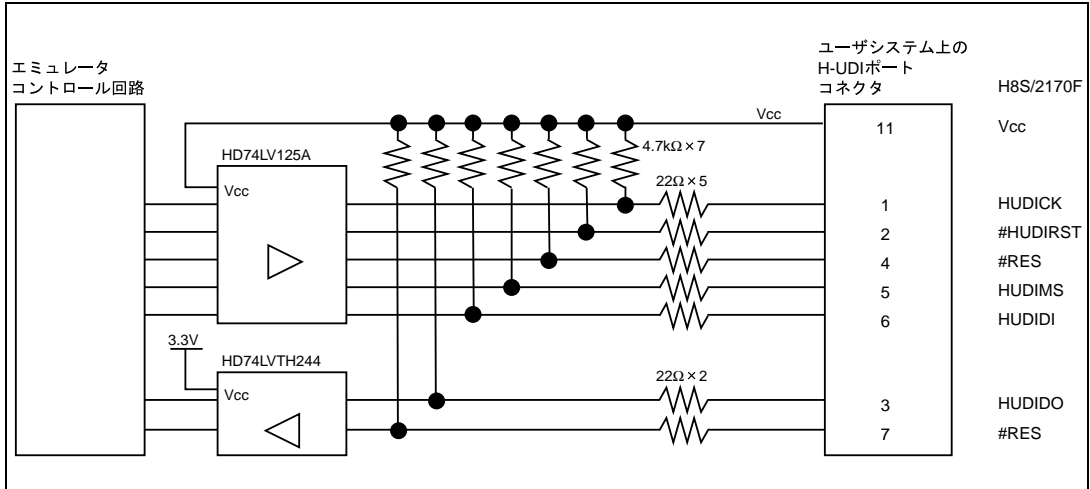

図 6.7 エミュレータ内インタフェース回路 (参考)
7. 図 6.7 にエミュレータ内インタフェース回路を示します。プルアップ抵抗の値などを決定するときに参考にしてください。